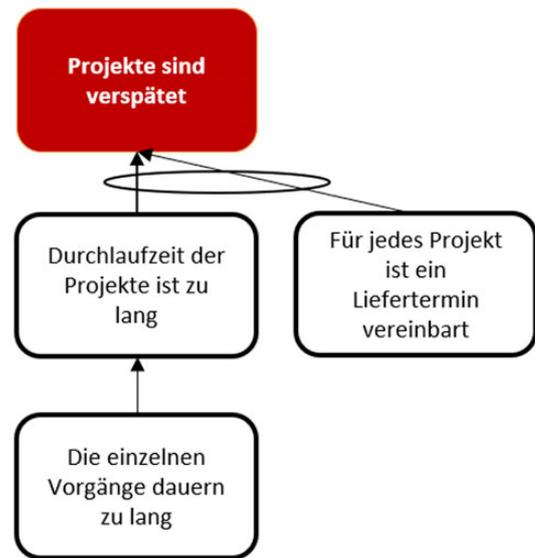

Bild 3: Ausarbeitung der kausalen Logik zwischen zwei Entitäten mit Zwischeneffekt und mitwirkender Ursache
Wirken zwei oder mehrere Ursachen auf einen Effekt ein, dann unterscheiden Sie, ob jede dieser Ursachen für sich genommen den Effekt bewirken kann oder ob die Ursachen zusammenwirken müssen, um den Effekt zu erzeugen. Letzteres wird durch eine Ellipse visualisiert (Bild 3). Sie verbindet die betroffenen Pfeile und dient hier als logische Und-Verbindung: Alle mit derselben Ellipse verbundenen Ursachen müssen zugleich gelten, damit der Effekt eintritt. Mitwirkende Ursachen werden mit solchen Ellipsen von der Seite in die logische Kette eingebunden und erklären den zentralen Wirkungszusammenhang besser.
- **"Wenn** die Durchlaufzeit der Projekte zu lang ist, **dann** sind Projekte verspätet?" Dies kann sein, aber nur wenn der Liefertermin nicht weit genug in der Zukunft liegt! Sie brauchen also an dieser Stelle das Thema des Liefertermins als mitwirkende Ursache, damit die Logik schlüssig ist und zeigen diese UND-Verbindung mit einer Ellipse über die beiden Pfeile an (Bild3).